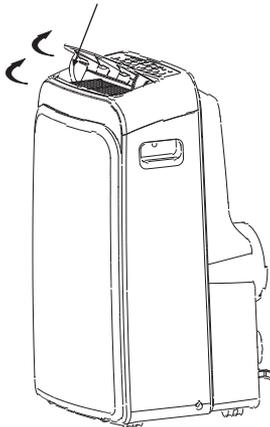

Abb. 4
- **Die Luftstromrichtung automatisch einstellen (Abb. 4):**